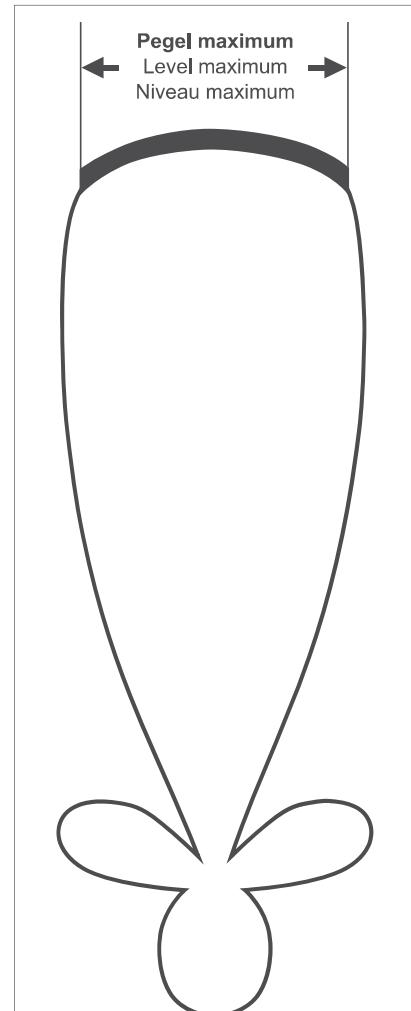

Abb. 5 / Fig.5
2. Durch Drehen über die Azimut-Achse Satelliten suchen (siehe beiliegende Azimut-/Elevationstabelle) und auf Maximalanzeige einstellen (bei Verwendung eines Kathrein- Satelliten-Messemfängers MSK ...). Steht kein Messemfänger zur Verfügung, auf beste Signalstärke/-qualität einstellen (siehe Abb. 5 und Text).
2. Tune to wanted satellite (see enclosed azimuth/elevations table) by turning the antenna around the azimuth axle until max. signal level is obtained (if a Kathrein signal meter MSK... is used), or until best signal strength/quality is reached (without signal meter) (see fig. 5).
6. Continue as described in section "Cable connection" (item 2).
2. Rechercher un satellite (voir tableau azimut/élévation livré avec la tête) en tournant l'antenne autour de son axe Azimut jusqu'on a trouvé le niveau le plus élevé (en cas d'utilisation d'un mesureur de champ satellite Kathrein (MSK...) ou jusqu'à l'on a obtenu la meilleure intensité/qualité du signal (alignement sans mesureur de champ satellite) (voir fig. 5).